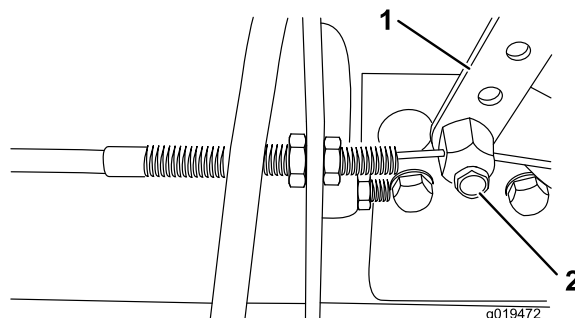

Figura 59
2. Desaperte o dispositivo de ligação do cabo do regulador na alavanca da bomba de injeção (Figura 59).